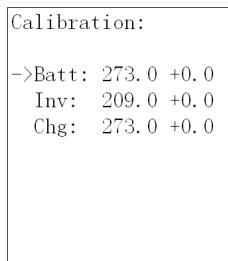

Рисунок 25 – Внешний вид вкладки «Calibration» пункта меню «Setting»
- **«Calibration»** - калибровка значений напряжения батареи, выходного напряжения инвертора ИБП и зарядного устройства (рисунок 25):